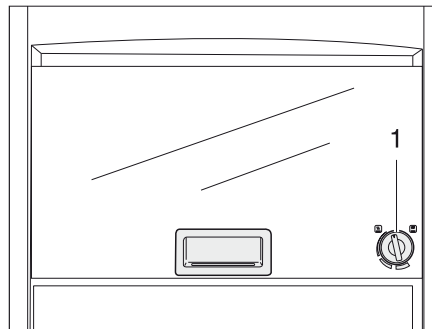

Bild 325 Gasugn (Dometic)
- Tryck lätt på vridregulatorn (Bild 325,1) och vrid den åt vänster till valfritt läge.
- Vrid vridregulatorn (Bild 325,1) till "O". Flammen slocknar.